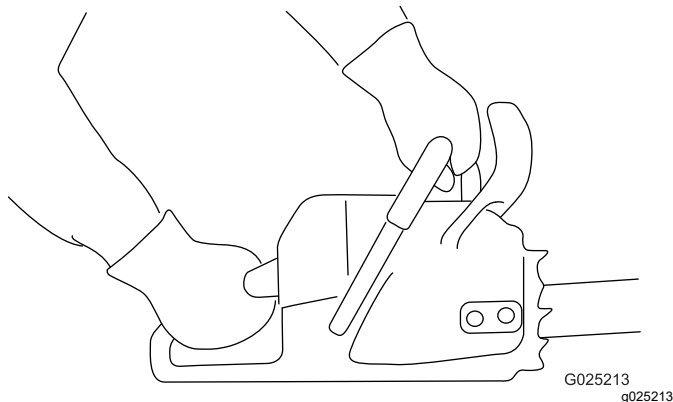

Figura 13
1. Agarre la motosierra con las dos manos, con la mano izquierda en la empuñadura delantera y la mano derecha en la empuñadura trasera, como se muestra en Figura 13.
1. Sujete la motosierra como se muestra en la Figura 13.
3. Sujete la motosierra como se muestra en la Figura 13.